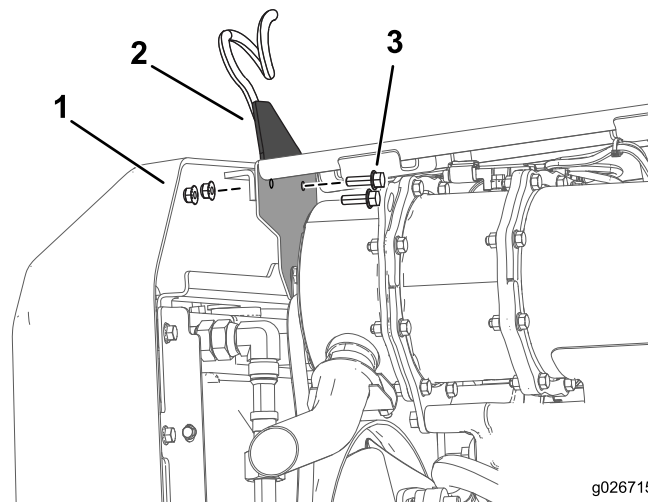

Figure 5
3. Fixez le support du guide-câble courbe entre la bande centrale et le cône avant au moyen de 2 boulons (5/16 x 1 po) et des 2 écrous retirés précédemment (Figure 5).